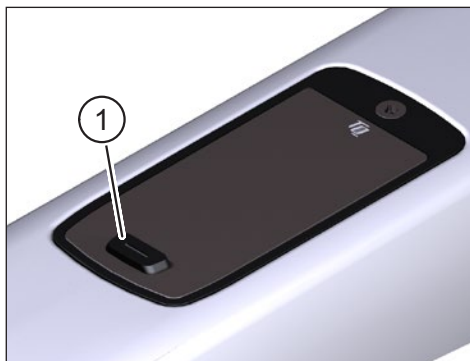
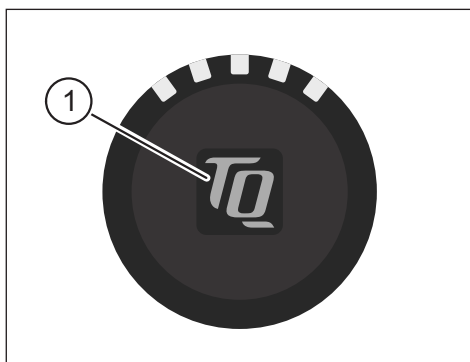

Fig. 1: Display
Fig. 2: Bar End Display
- Accendere il sistema Drive Unit **premendo brevemente** il pulsante (Pos. 1 nella Fig. 1) sul Display o sul Bar End Display (Pos. 1 nella Fig. 2).
- Spegnimento del Drive Unit **premendo a lungo** il pulsante (Pos. 1 nella Fig. 1) sul Display o sul Bar End Display (Pos. 1 nella Fig. 2).